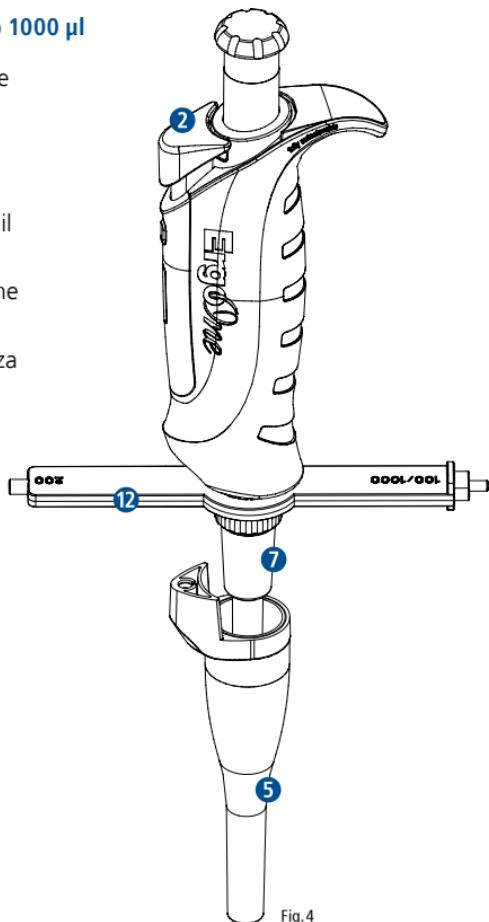

Fig.4
- Premere completamente il pulsante di espulsione ② e sfilare verso il basso il manicotto di espulsione punta ⑤ (Fig. 4).
- Svitare con cautela in senso orario il cono della pipetta ⑦ con il dispositivo ausiliario ⑬ (la rimozione del cono del puntale nel caso di ErgoOne® 5 ml viene eseguita senza il dispositivo ausiliario).